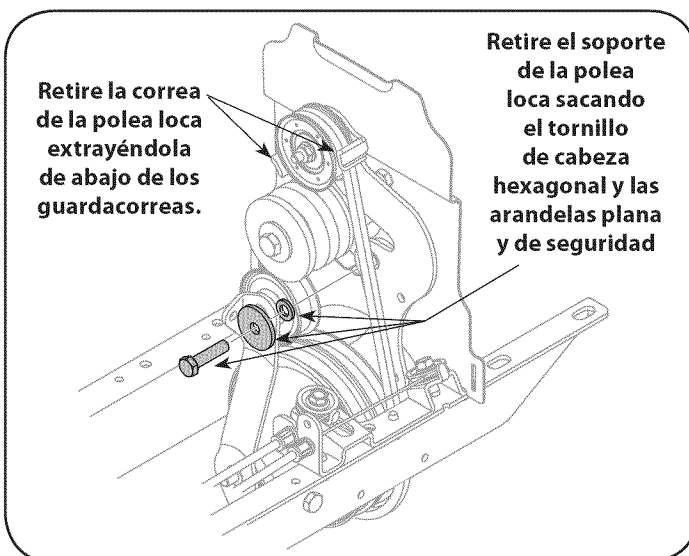

Figura 30
5. Retire el soporte de la polea loca sacando el tornillo de cabeza hexagonal y las arandelas plana y de seguridad. Vea la Figura 30.